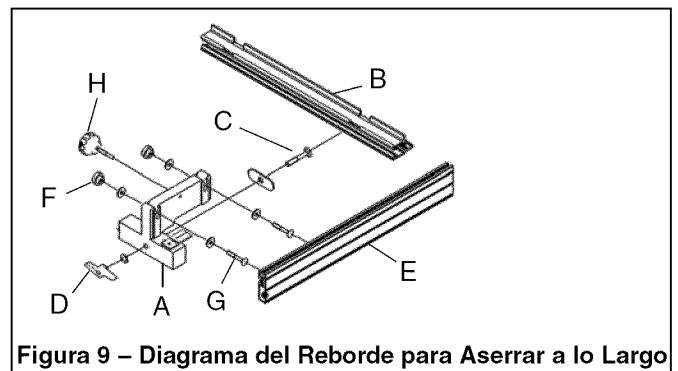

Figura 9 – Diagrama del Reborde para Aserrar a lo Largo
- Para ensamblar el reborde para aserrar a lo largo, instale el portador del reborde (A) en el riel de guía (B) usando el perno de carruaje M8x50 (C) y la tuerca de mariposa (D).
- Instale el reborde (E) en el portador del reborde con las dos tuercas moleteadas (F) y los dos pernos de carruaje M6x40 (G) y use la manilla de ajuste del reborde (H) para ajustarlo y para fijarlo en posición (véase la Figura 9).